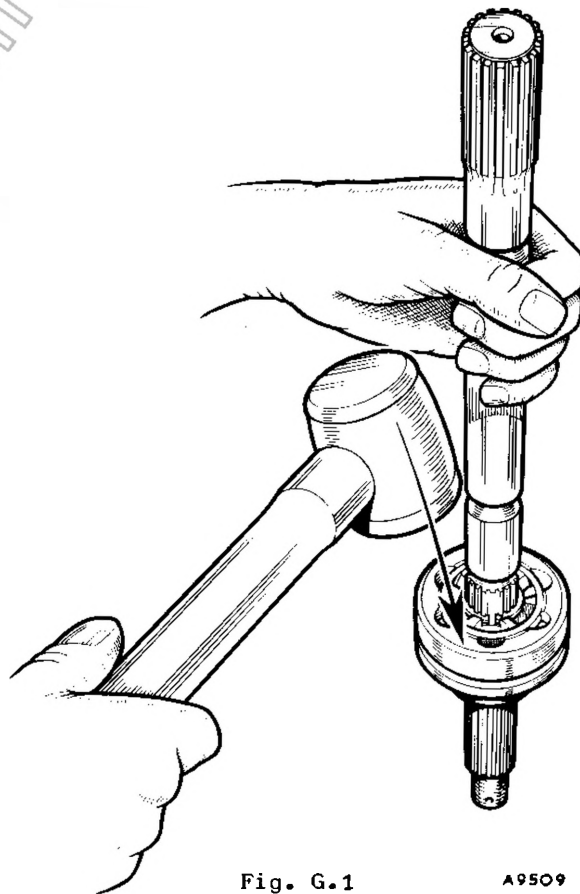

Fig. G.1
- (3) Il giunto omocinetico può essere scomposto solo dopo averlo staccato dal semialbero. Nell'estremità del semialbero è ricavata una gola profonda entro cui è alloggiato un anello elastico a sezione circolare. Dopo il montaggio detto anello s'allarga, andando a conficcarsi nell'estremità smussata della pista interna del giunto. Per poter estrarre il semialbero è necessario far contrarre l'anello e riportarlo dentro la gola.
- (4) Tenere l'albero in posizione verticale, col giunto rivolto in basso, e con una mazzuola di gomma battere col pettini leggeri sul bordo del corpo del giunto (ved. fig. G.1). Per far contrarre l'anello non è necessario usare eccessiva forza.